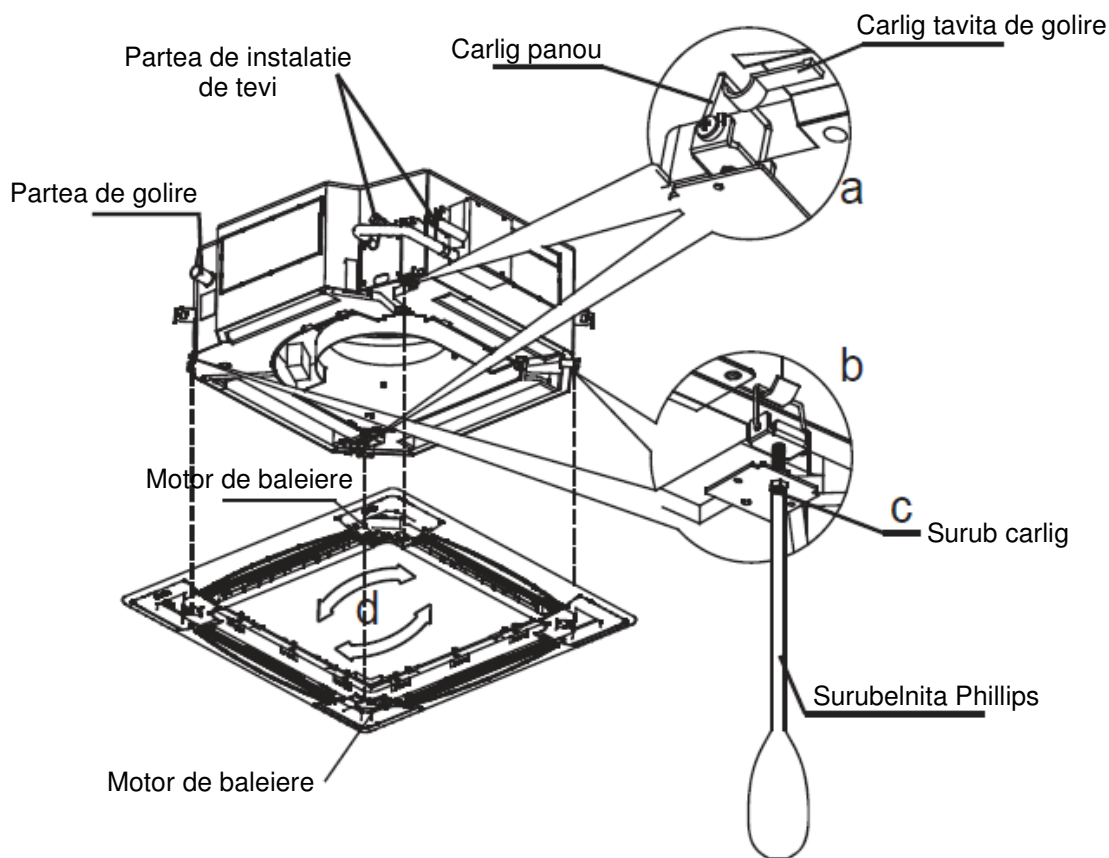

Figura 3.15
(1) Aliniati sectiunile "PIPING SIDE" (partea cu instalatia) si "DRAIN SIDE" (partea cu golirea) marcate pe panou cu racordul corespunzator al tevii de cupru si racordul de evacuare a apei in corpul unitatii.
(2) In timpul instalarii, suspendati mai intai partea motorului de baleiere al panoului si prindeti-o pe partea opusa a panoului din corpul unitatii la carligul corespunzator al tavitei de scurgere (a se vedea figura 3.15, a). Apoi, suspendati cele doua carlige de panou ramase pe suportul de suspensie corespunzator al corpului unitatii de interior (a se vedea figura 3.15, b).
(3) Treceti firul de ghidare a motorului de baleiere prin fanta pentru card de pe panou si conectati cablurile de la motorul de baleiere si caseta de afisaj de la panou la conexiunile corespunzatoare de pe corpul unitatii. Aveti grija sa utilizati izolatie pentru a infasura bornele de conexiune si folositi un dispozitiv de incredere pentru a asigura si a consolida izolarea de siguranta a bornelor.
(4) Reglati cele patru suruburi cu carlig de panou (a se vedea figura 3.15, c) pentru a mentine nivelul panoului si ridicati-l uniform pana la plafon.
(5) Reglati usor panoul in directia "d" (a se vedea figura 3.15, d), astfel incat centrul panoului sa se alinieze cu centrul deschizaturii plafonului. Verificati daca carligele din toate cele patru colturi sunt in pozitie sigura.